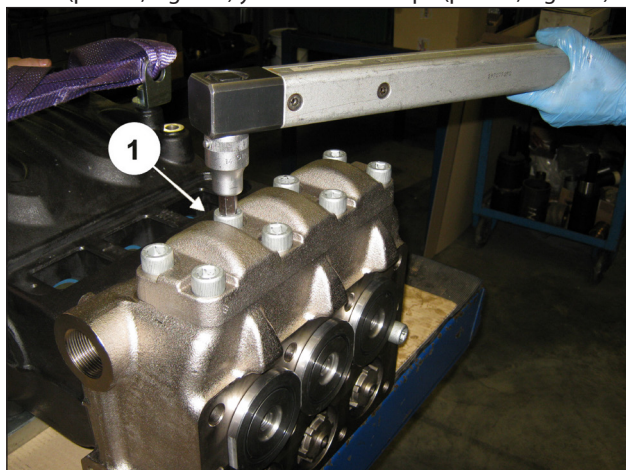
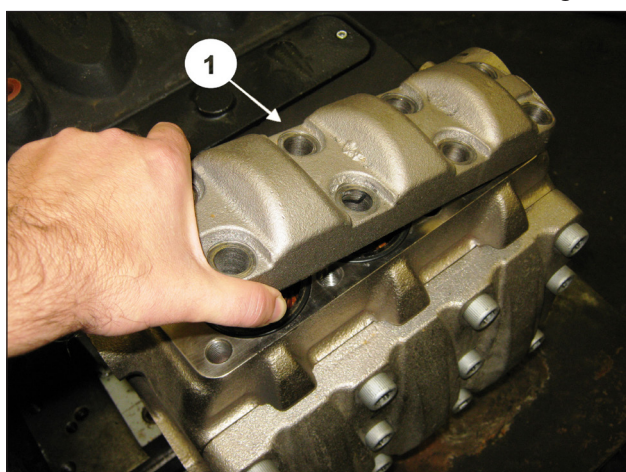

Fig. 100
Fig. 101
Para extraer los grupos de válvula operar del siguiente modo: Quitar los 8 tornillos M16x45 de la tapa de las válvulas de envío (pos. ①, Fig. 100) y desmontar la tapa (pos. ①, Fig. 101).